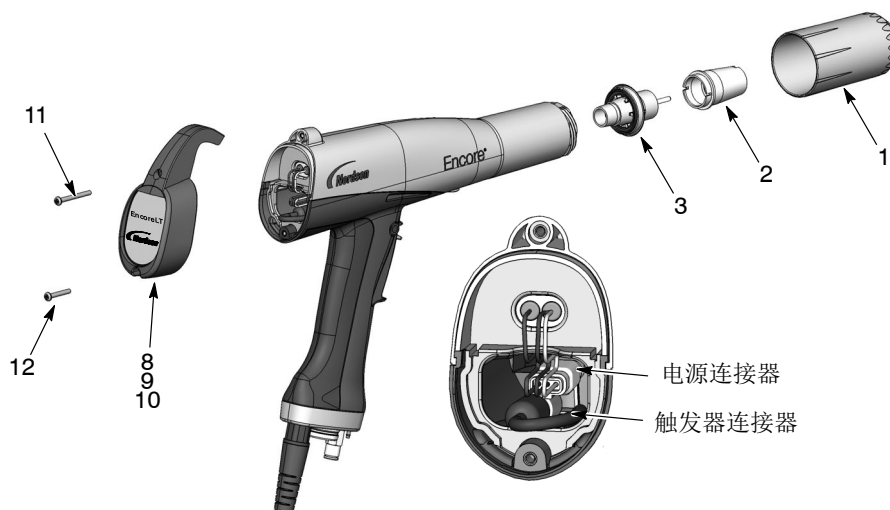

图 6 - 1 喷枪拆卸
1. 请参见图 6 - 1。拆下喷嘴螺母、喷嘴和电机组件（1、2 和 3）。